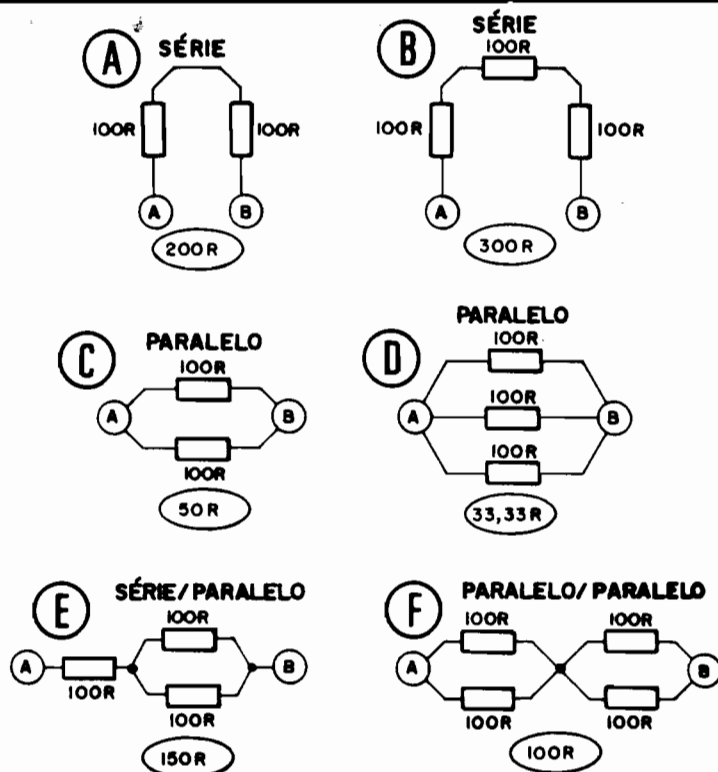
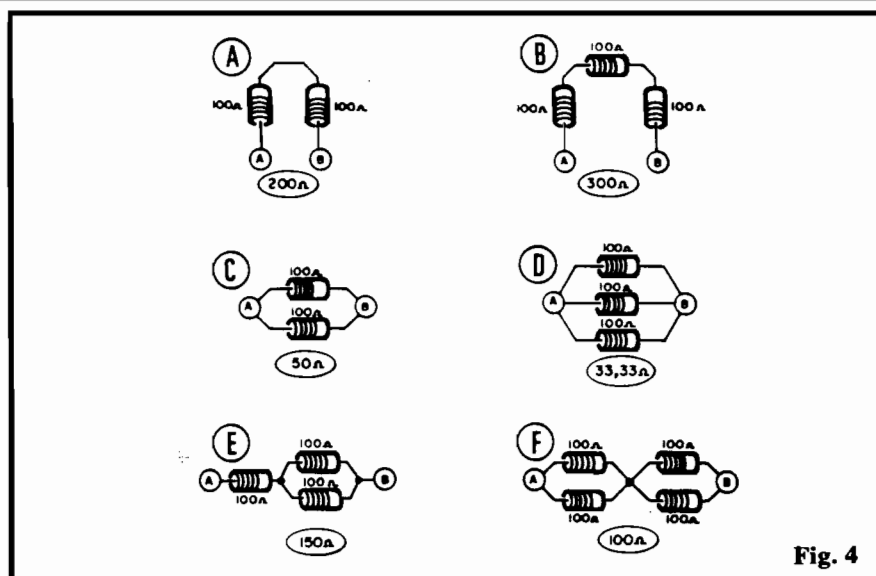

Fig. 3
Fig. 4
- FIG.3 - Diversos exemplos de associações de resistores, com os valores finais resultantes também indicados. Vamos ver cada caso:
Onde “Rp” é o valor resistivo resultante da associação, enquanto que R1, R2, R3.....Rn são os valores individuais dos resistores que formam o conjunto. Vamos “conferir” com o exemplo mostrado na fig. 3-C:
Para que o Leitor/Aluno, ainda iniciante, não se atrapalhe muito com a simbologia (vão tratando de decorar e acostumar-se, que essas "molezas" apenas serão fornecidas nas primeiras Lições...), os mesmos arranjos mostrados na fig. 3 são também vistos, em "forma real", na próxima figura:
- FIG. 4 - "Vista real" das associações exemplificadas na fig. 3.
Comparar os símbolos (fig. 3) com o **chapeado** (fig. 4) é uma boa maneira de ir se acostumando com a "interpretação" dos esquemas... Com um pouco de atenção e bom senso, logo, logo o Leitor/Aluno não encontrará dificuldades em "ler" esquemas muito mais complexos...